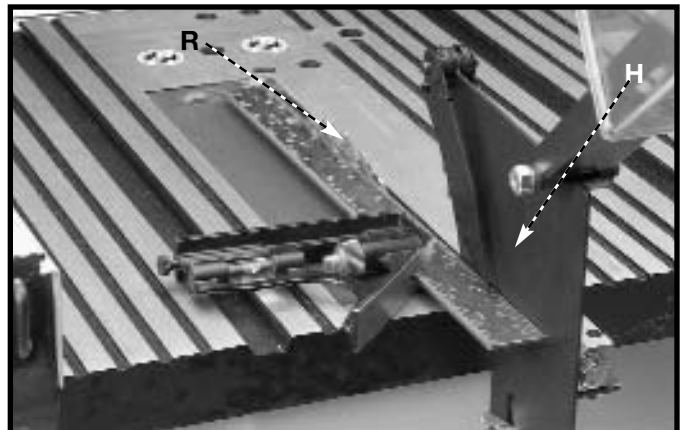

Fig. 16
8. Utilizando una regla recta, revise si el hendidor (H) Fig. 16 está alineado con la hoja de la sierra (R). Si resulta necesario hacer cualquier ajuste, el hendidor (H) puede ser movido a la izquierda o a la derecha y puede ser rotada.